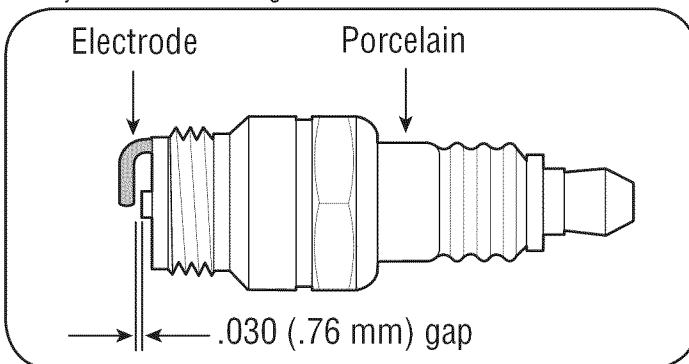

Figura 14
2. Retirar e inspeccionar la bujía. Brecha Asegúrese de que se ha fijado en .030 ". Ver Figura 14 .